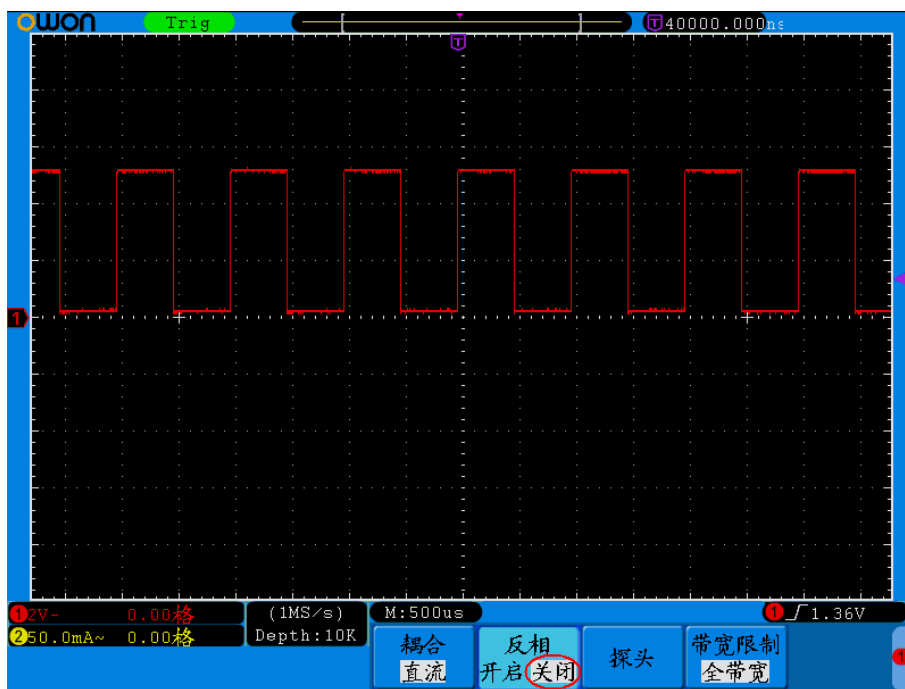
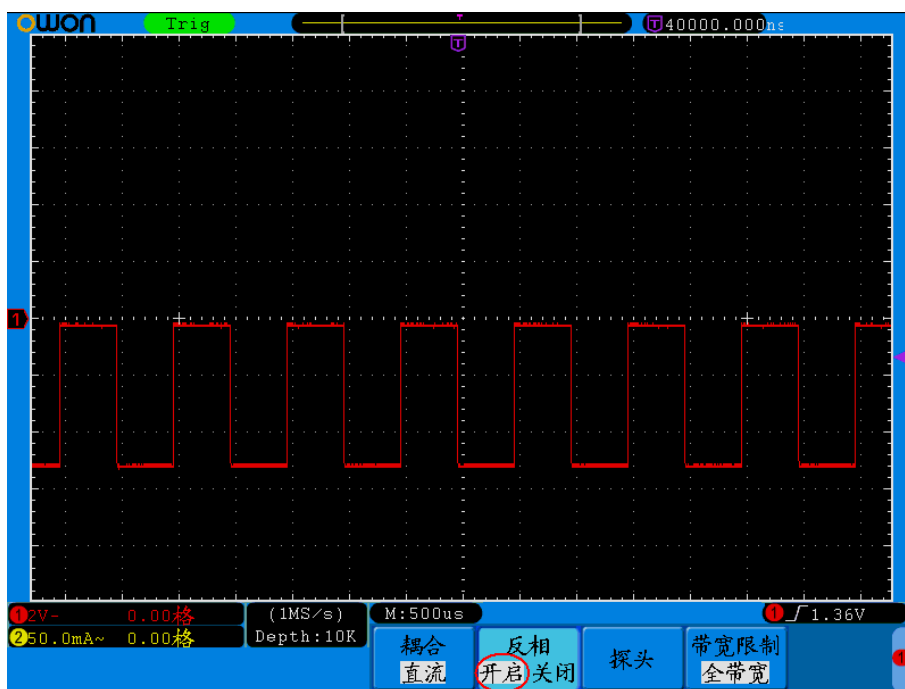

图 5-6: 未反相的波形
图 5-7: 反相的波形
- (1) 按 CH1菜单 按键, 调出 CH1设置 菜单。
- (2) 按 H2 菜单选择按键, 选择反相 开启。波形反相功能打开。
- (3) 再按 H2 菜单选择按键, 选择反相 关闭。波形反相功能关闭。
- 屏幕显示见图 5-6 和 图 5-7。